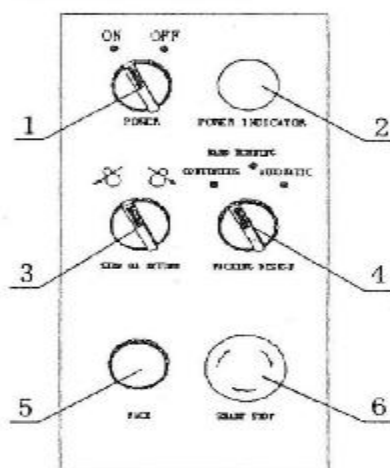

图4-1
1. 控制面板功能（见图 4-1）
- 3.1. 接通电源开关（见图 4-1），电源指示灯亮。此时若储带仓未满，机器会自动将打包带送入储带仓，直至储带仓满为止。